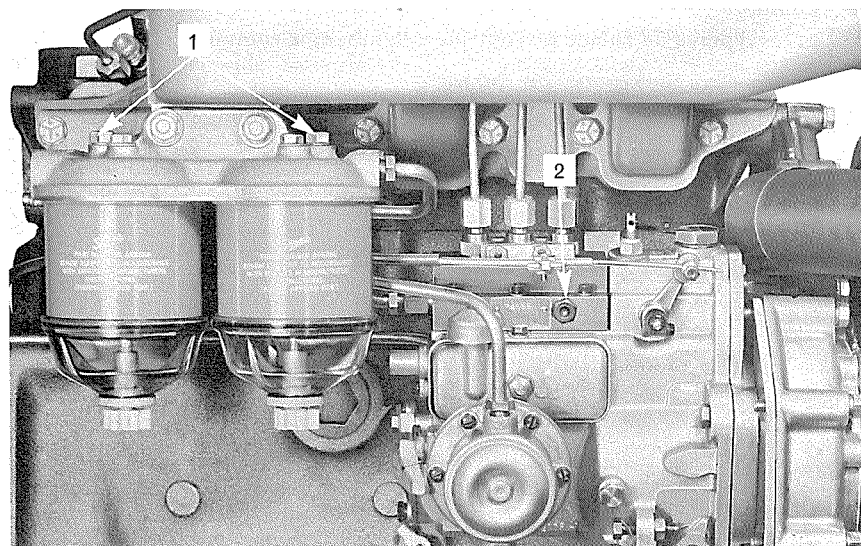

Figure 56a
2. Relâchez les vis de purge au sommet des deux filtres, figure 56a, puis actionnez le levier d'amorçage de la pompe d'alimentation jusqu'à ce qu'un filet de carburant libéré de bulles d'air s'écoule. Resserrer alors les vis de purge.